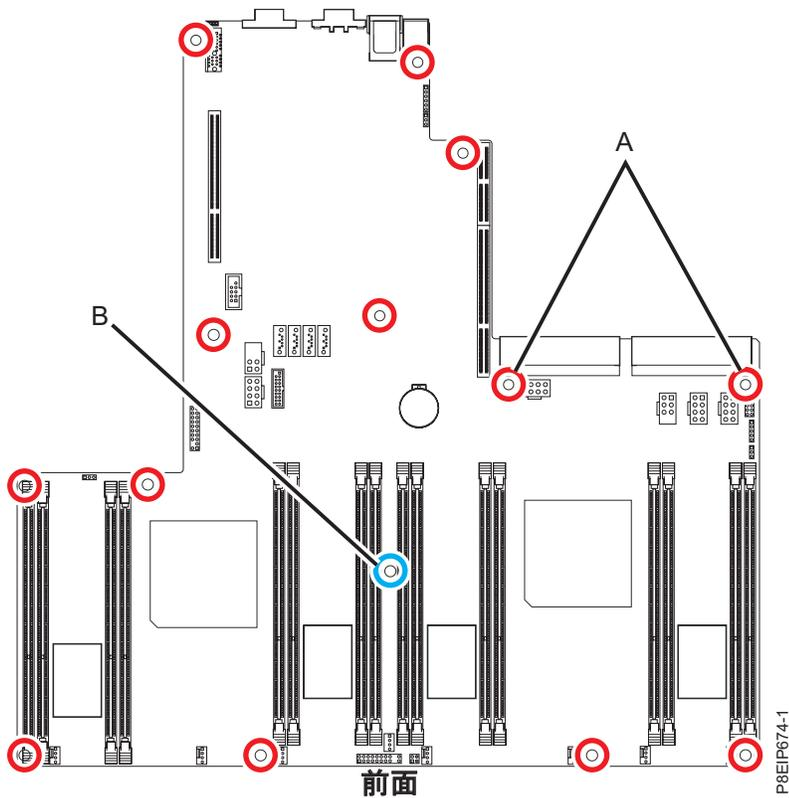

図 62. ねじの位置：(A)にある2本のねじは黒色で、少し長くなっています。(B)にある1本の長いねじは、PCIeアダプターを支えています。
8. システム・バックプレーンから 14 本のねじを取り外します。ねじの位置は 56 ページの図 62 に示しています。